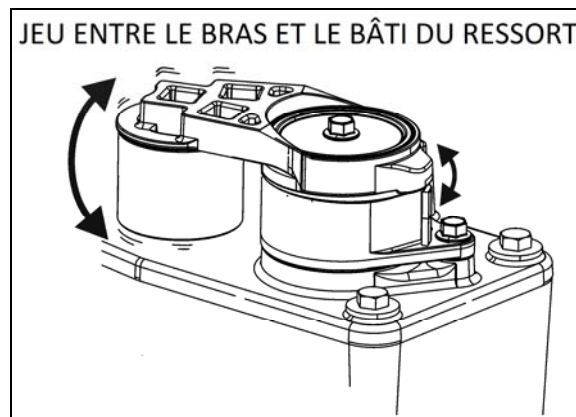

FIGURE 22 : VÉRIFICATION DE L'USURE DE LA BAGUE
2. Relever le bras du tendeur automatique de courroies et vérifier s'il y a un jeu entre le bras et le logement de ressort (FIGURE 22).